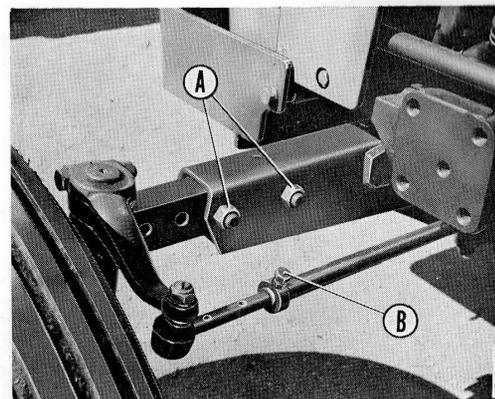

Fig. 77
- Déposer les boulons (A, fig. 77).
- Desserrer les vis (B).
- Replacer les boulons (A) et les vis (B) en ayant soin de les engager convenablement dans les avant-trous des barres d'accouplement.